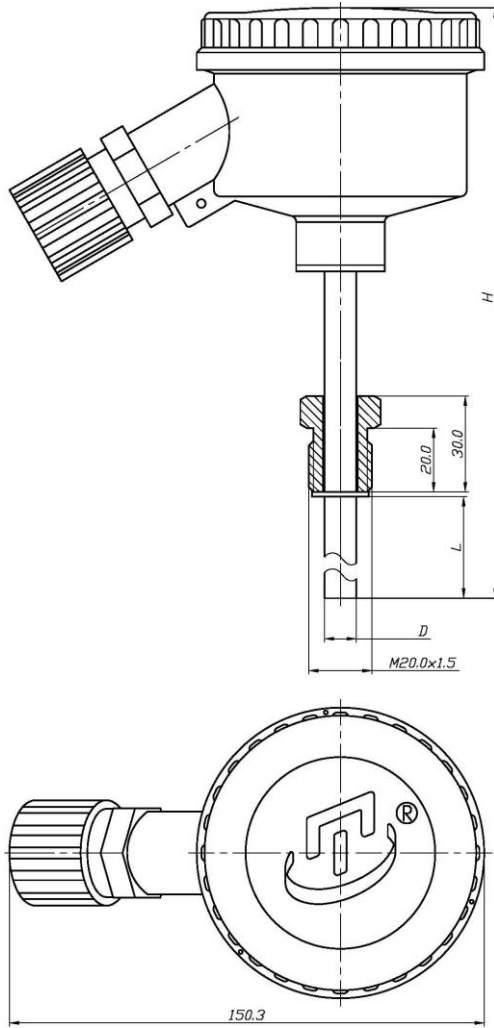
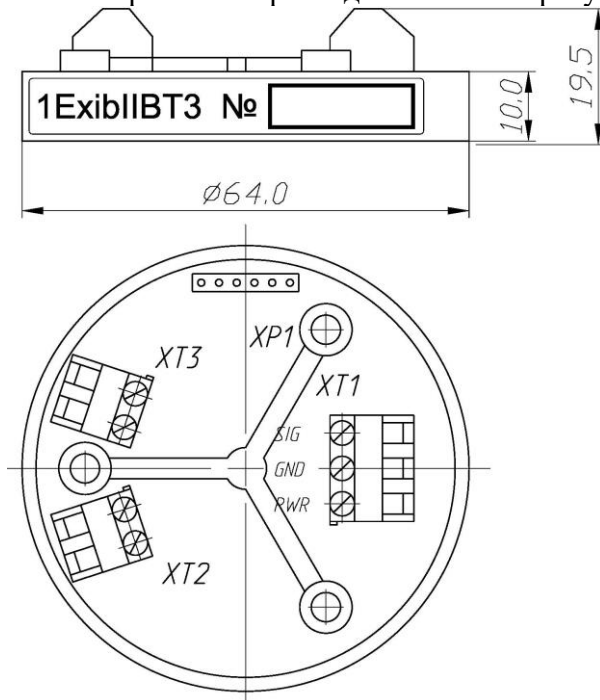
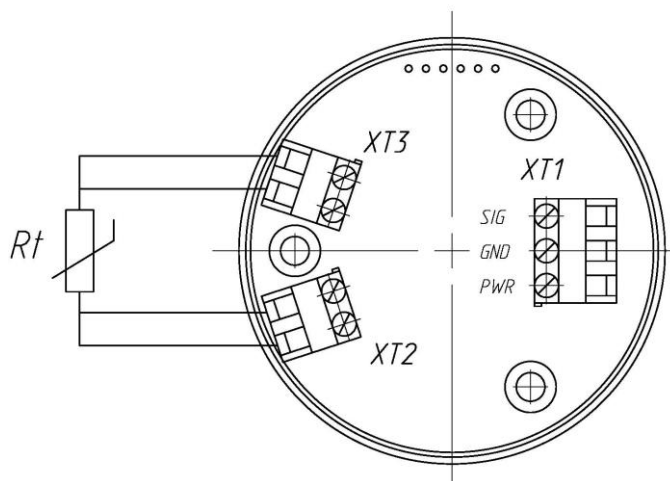

Рис. 4 Габаритный чертеж датчика температуры
Рис. 5
Рис. 6
1.8.2 Датчик температуры представляет собой термометр сопротивления рис. 4 и преобразователь сопротивления рис. 5. Преобразователь сопротивления располагается внутри корпуса термометра сопротивления. Габаритные размеры датчика температуры совпадают в данном случае с габаритными размерами термометра сопротивления. Схема подключения изображена на рис. 6.